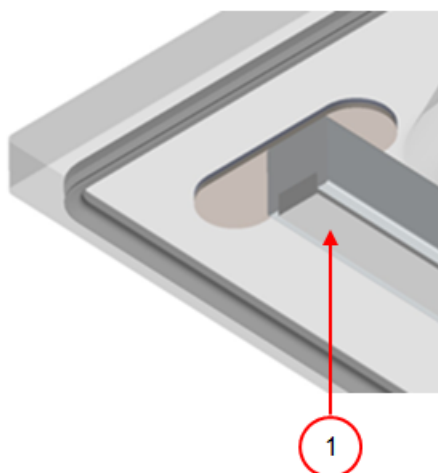

Figura 6: Sustitución de la goma de silicona de los soportes de silicona
1. Tire de la goma de silicona antigua para sacarla del soporte, consulte la *Figura 6: Sustitución de la goma de silicona de los soportes de silicona* en la página 30.